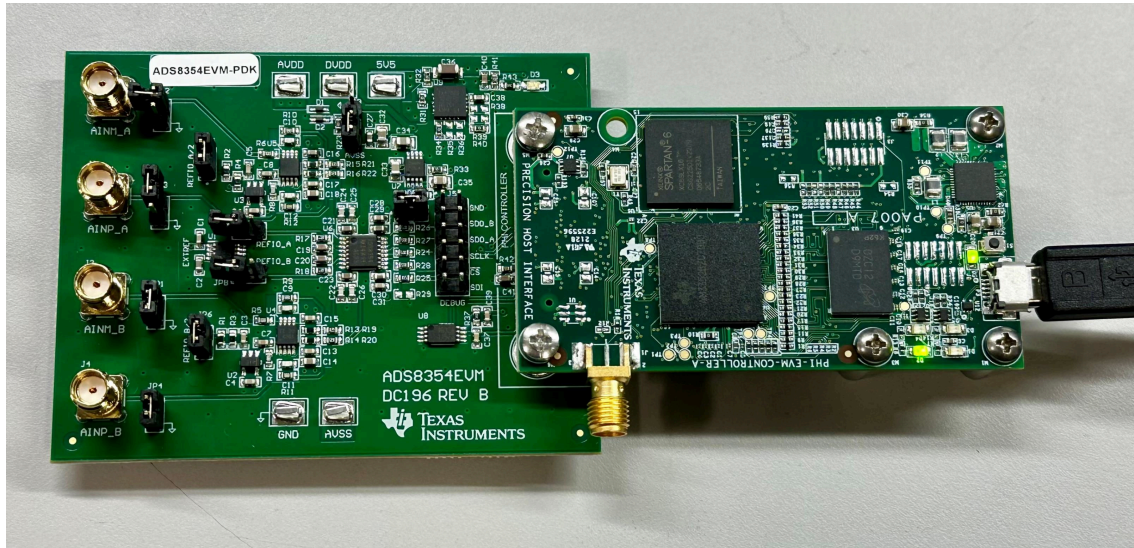

图 6-1. EVM-PDK 硬件设置和 LED 指示灯
1. 将器件 EVM 连接至 PHI 电路板。图 6-1 指示了螺钉的安装位置。